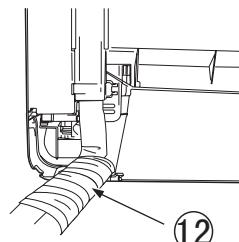

图21
(1) 当要把铜管从后面引出时, 将铜管、排水管和连接电缆一起用附件⑫胶带绷紧。(图21)